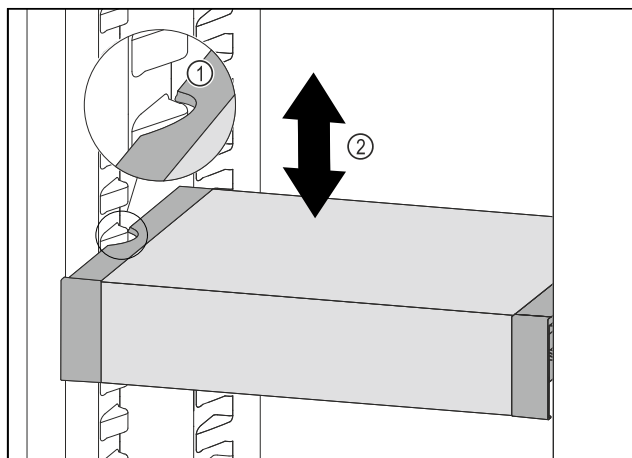

Fig. 129
- ▶ Tirare VarioSafe in avanti fino a quando le cavità laterali di VarioSafe non si trovano al livello della nervatura del contenitore nel vano frigorifero. *Fig. 129 (1)*
- ▶ Spostare VarioSafe verso l'alto o verso il basso nel vano frigorifero fino a raggiungere l'altezza desiderata. *Fig. 129 (2)*